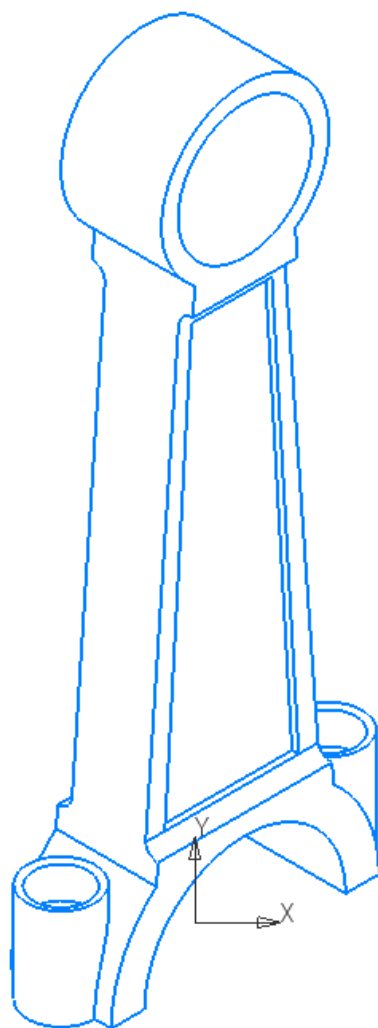

Рисунок 14. Изометрический вид детали
9. Изометрический вид детали – рисунок 14.